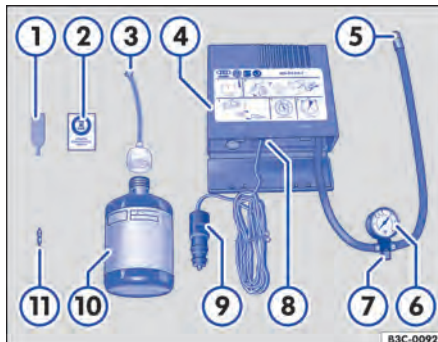

Fig. 300 Representação esquemática: componentes do kit de reparo dos pneus.
O kit de reparo pode estar em diferentes lugares do veículo, por exemplo, em um porta-objetos lateral no compartimento de bagagem ou embaixo do assoalho do compartimento de bagagem. Ele é composto pelos seguintes componentes → Fig. 300:
12. Colar a etiqueta adesiva → Fig. 300 (2) do kit de reparo dos pneus no campo de visão do condutor no painel de instrumentos.
- Com a chave para remoção do elemento da válvula → Fig. 300 (1), desrosquear o elemento da válvula da válvula do pneu e colocá-lo sobre uma superfície limpa.
- Agitar a garrafa para enchimento dos pneus → Fig. 300 (10) algumas vezes com força.
- Rosquear a mangueira de enchimento → Fig. 300 (3) com firmeza no sentido horário sobre a garrafa para enchimento dos pneus. A película na tampa é perfurada automaticamente.
- Remover a vedação da tampa da mangueira de enchimento → Fig. 300 (3) e introduzir a extremidade aberta totalmente na válvula do pneu.
- Rosquear novamente o elemento da válvula com a chave para remoção do elemento da válvula → Fig. 300 (1) na válvula do pneu.
- Rosquear a mangueira de enchimento dos pneus → Fig. 300 (5) do compressor de ar com firmeza na válvula do pneu.
- Verificar se o parafuso de sangria de ar → Fig. 300 (7) está fechado.
- Encaixar o conector do cabo → Fig. 300 (9) em uma tomada 12 V do veículo → Página 198.
- Ligar o compressor de ar com o interruptor LIGA-DESLIGA → Fig. 300 (8).
- Deixar o compressor de ar funcionar até atingir 2,0 – 2,5 bar (29 – 36 psi / 200 – 250 kPa) → **⚠. Tempo de funcionamento máximo de 8 minutos** → ①.
Reconectar a mangueira de enchimento dos pneus → Fig. 300 ⑤ e ler a pressão dos pneus no manômetro de pressão dos pneus → Fig. 300 ⑥.